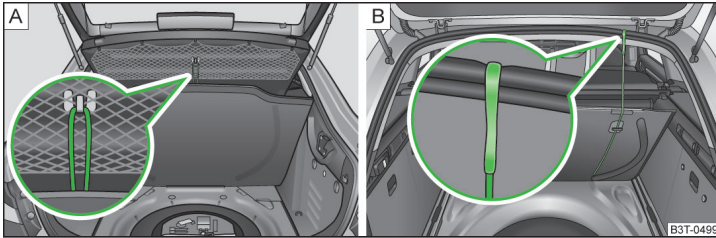

Abb. 101 Bodenbelag befestigen: Superb / Superb Combi
- Superb: mit der Schlaufe an einem Haken an der Gepäckraumabdeckung » Abb. 101 - **A**.
- Superb Combi: mit dem Haken am Rahmen der Gepäckraumklappe » Abb. 101 - **B**.